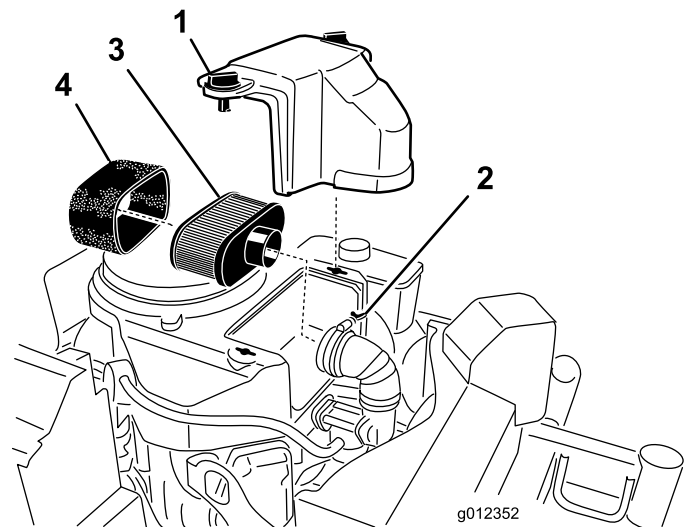

Bild 24
3. Reinigen Sie den Bereich um den Luftfilter herum, um zu verhindern, dass Schmutz in den Motor fällt und Schäden verursacht (Bild 24).
4. Schrauben Sie die Handräder los und entfernen Sie die Luftfilterabdeckung (Bild 24).
5. Schrauben Sie die Schlauchklemme los und entfernen Sie die Luftfilterabdeckung (Bild 24).
6. Ziehen Sie den Schaumeinsatz vorsichtig vom Papiereinsatz (Bild 24).
1. Reinigen Sie nicht den Papierfilter. Wechseln Sie es aus (Bild 24).
1. Schieben Sie den Schaumeinsatz vorsichtig auf den Papierluftfiltereinsatz (Bild 24).
2. Schieben Sie den Luftfilter auf das Luftfilterunterteil und befestigen Sie ihn mit den 2 Flügelmuttern (Bild 24).
3. Setzen Sie die Abdeckung des Luftfilters auf und ziehen Sie das Abdeckhandrad fest (Bild 24).